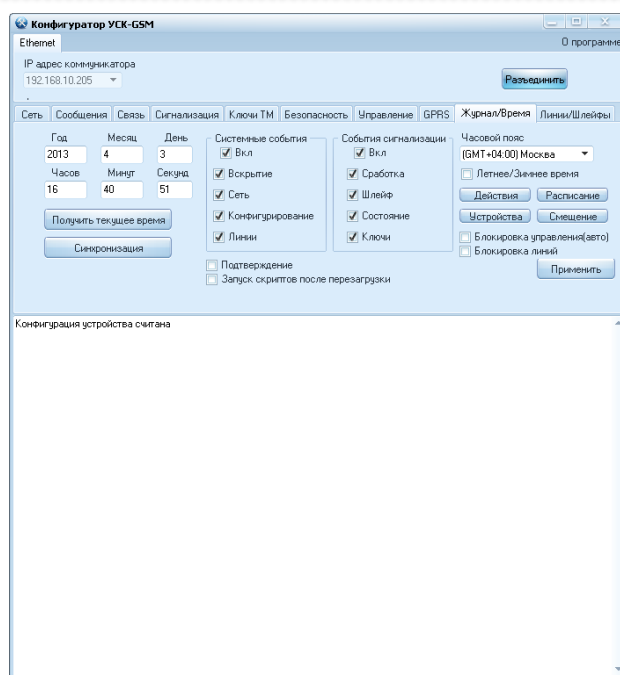

Рисунок 5. Вкладка «Журнал/Время».
- В появившемся окне необходимо заполнить поле «IP адрес коммутатора» (УСПД УНО-2 поставляется с адресом 10.100.111.5) и нажать на кнопку «Соединить». Программа считывает настройки УСПД УНО-2 и создаст соответствующие вкладки. Для настройки автономного управления освещением необходимо выбрать вкладку «Журнал/Время» (см. рис.5).
- Для того чтобы активировать автономное управление освещением необходимо чтобы флаги «Блокировка управления(авто)» и «Блокировка линий», расположенные на вкладке «Журнал/Время» были сняты (см. рис. 5). После этого необходимо нажать на кнопку «Применить».